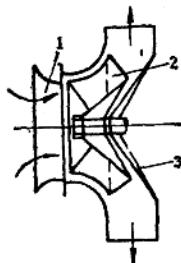

图 1-9 混流式通风机示意图
- 3) 混流式通风机：它是介于轴流式与离心式两者之间的形式，气流沿着斜向流动，如图1-9所示。